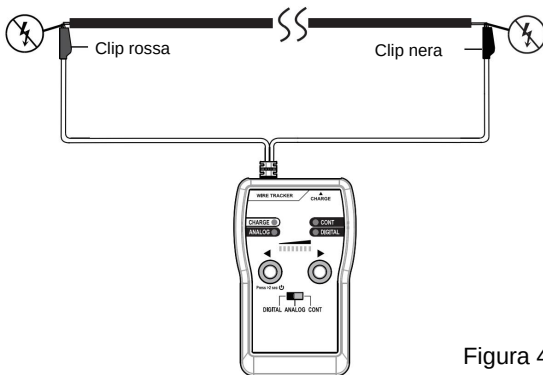

Figura 4
2. Come mostrato nella Figura 4, collegare le clip a coccodrillo rosse e nere